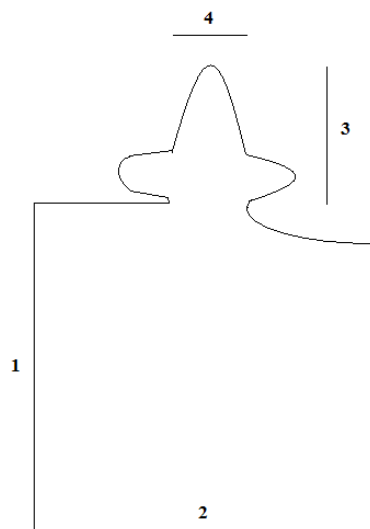

Figure 51 : Patron de l'orthèse poignet-pouce de repos
- **1** : la longueur allant du 1^{er} tiers distal de l'avant bras jusqu'à la MP* du pouce (Figure 51) ;
- **2** : le tour de la main en passant sous les MP* des doigts longs (Figure 51) ;
- **3** : la longueur du pouce en partant de la MP* du pouce jusqu'à l'extrémité de l'ongle (Figure 51) ;
- **4** : la largeur du pouce au niveau de la MP* du pouce (Figure 51).